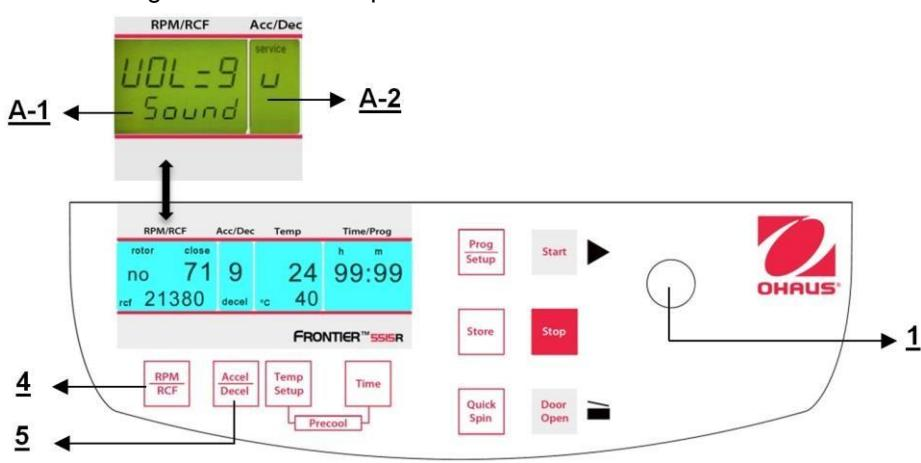

Figura 34
Proceda como se describe en el punto 4.1.2 para ingresar en este modo de programa y luego presione el botón "Accel/Decel" (5). En la pantalla "Acc/Dec" (A-2) destella la palabra "Service". Ahora seleccione la letra "U" con la perilla de ajuste (1). Como resultado, en la pantalla "RPM RCF" (A-1) aparecen las palabras "Vol=0-9/Sound". Despues de presionar el botón "RPM RCF" (4), puede ajustar el volumen deseado entre 0 (bajo) y 9 (alto) con la perilla de ajuste (1) (vea la Figura 34).